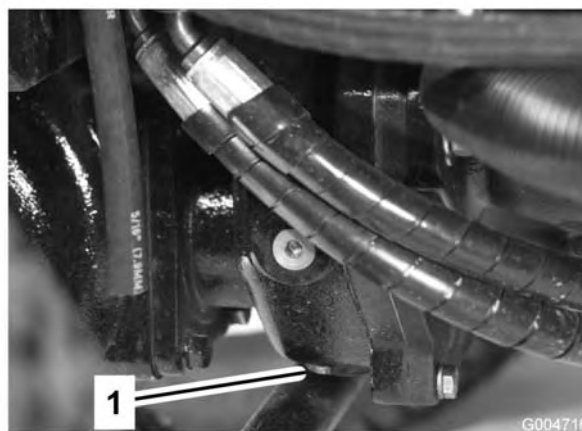

Figura 60
5. Pulite l'area circostante il tappo di spurgo sul fondo della scatola degli ingranaggi (Figura 60).